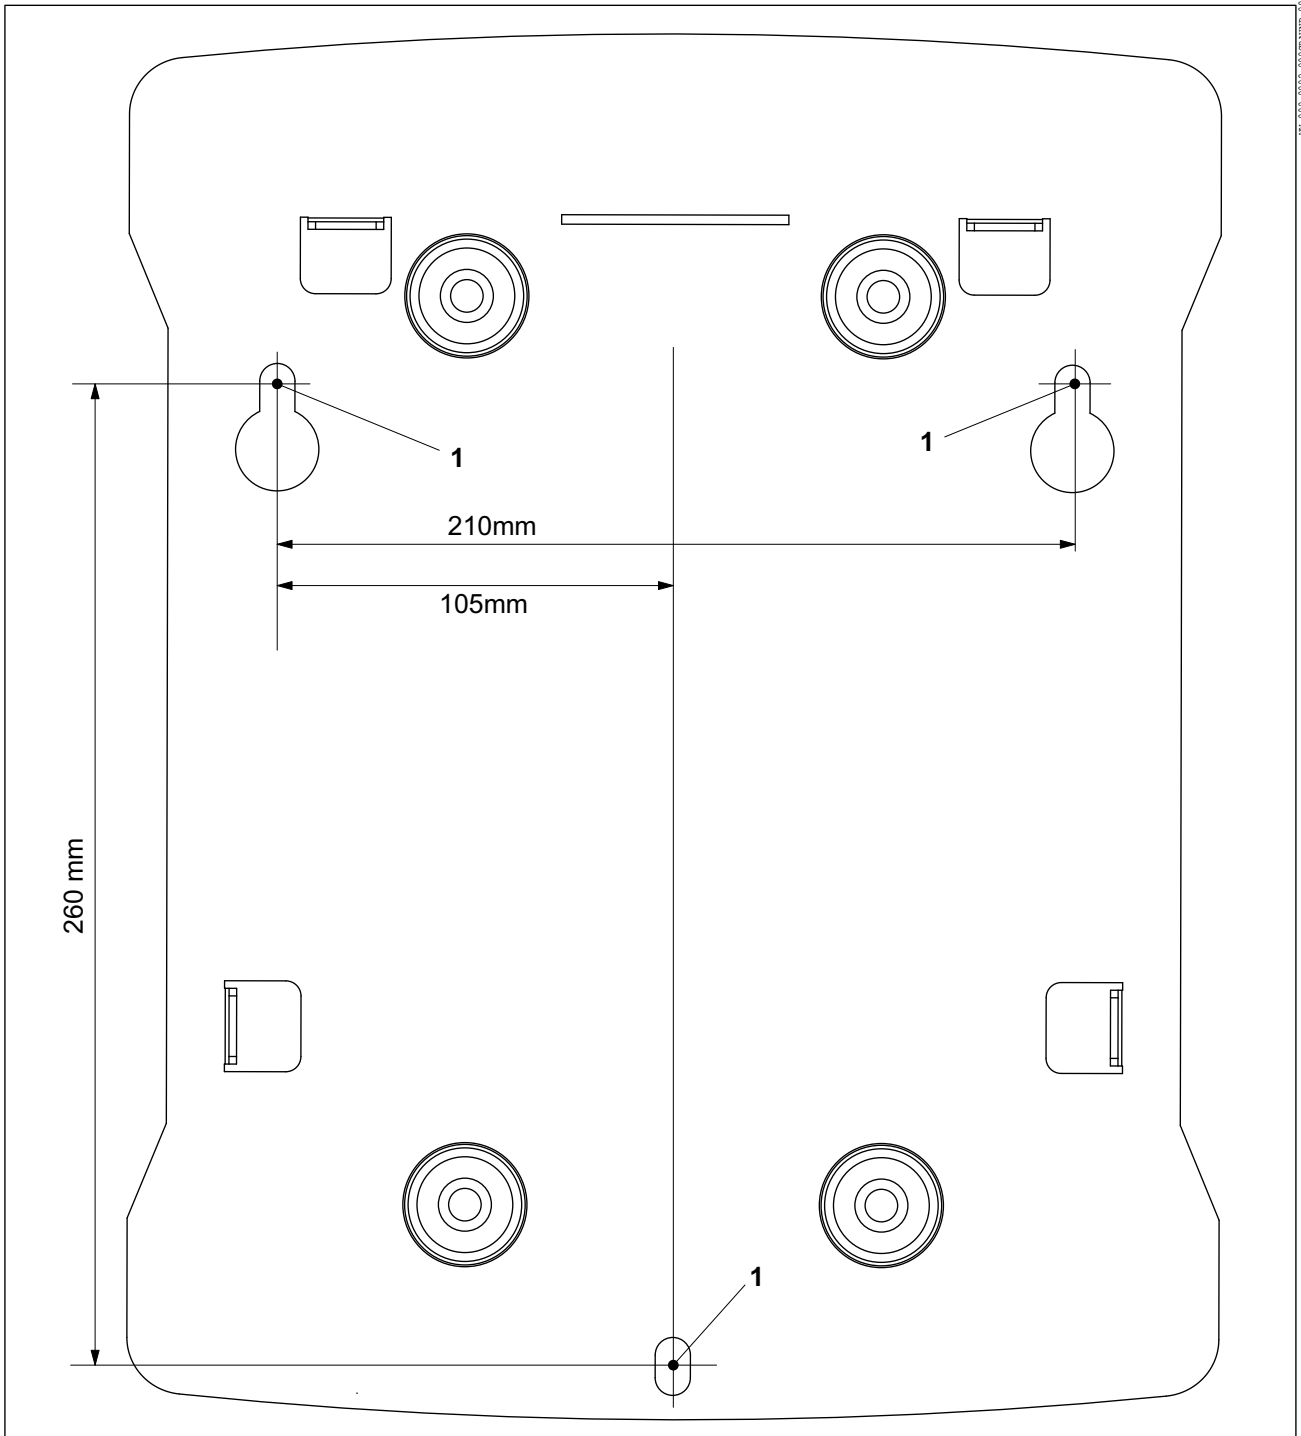

Fig. 1 Schéma de perçage de la Wallbox basicEVO
1. Marquer l'emplacement des trous de fixation (fig. 1/1) conformément au schéma de perçage.